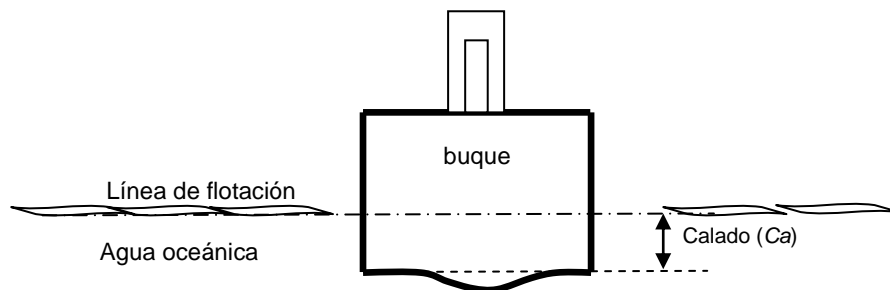

Figura 2: plano transversal de un buque
En la Figura 2 se muestra un plano transversal de un buque. Considere que el mismo comenzó su travesía en algún lugar del océano atlántico próximo al este de Brasil donde hay una salinidad de 36,5 ‰ y la concluyó en algún lugar del océano atlántico próximo a Puerto Santa Cruz, ubicado en la provincia argentina de Santa Cruz donde hay una salinidad de 34 ‰.
- b) Determinar el calado al final de la travesía si al inicio de la misma era de 12m. Suponer que el buque es como el de la Figura 2. Expresar el resultado con 6 cifras significativas.